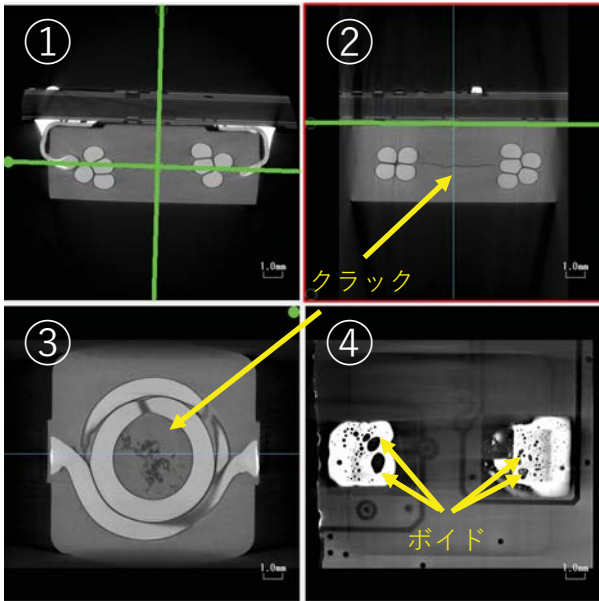

図6 スリープレス構造パワーインダクタのMPR
次に、スリープレス構造パワーインダクタをCT撮影し、MPR表示したものが図6です。MPR (Multi Planer Reconstruction) は撮影されたCT画像から任意断面画像を表示する機能で、CT画像①に対して互いに直交する断面画像を②、③に表示し、更に任意角度での断面画像を④に表示することができます。CT画像では密度の高いものほど白く映るため、銅線であるコイルが、磁性体樹脂より白く見えます。また、②、③の中央付近に磁性体樹脂のクラック (割れ) が確認ができます。④ではパワーインダクタと基板を接合しているはんだ中のポイド (気泡) が確認できます。